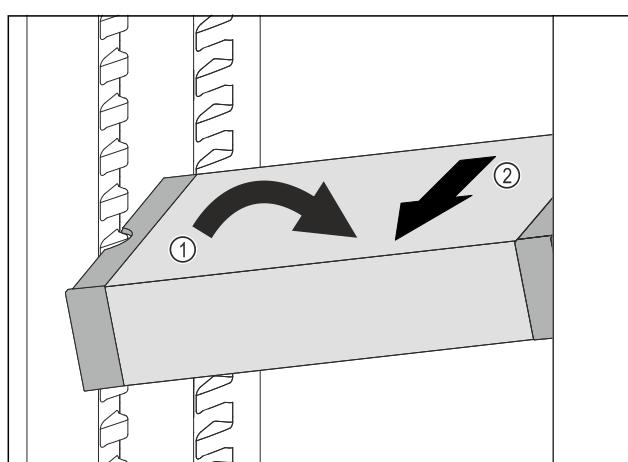

Fig. 139
- Fig. 139 (1)
- Sortir le tiroir VarioSafe par l'avant. Fig. 139 (2)